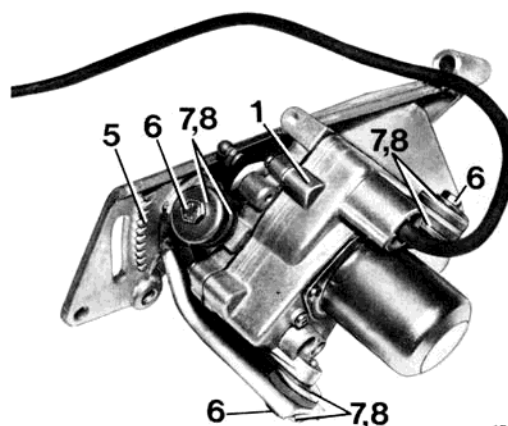

Bild 2
- 7 Stellglied in den Träger einführen, die Tellerscheiben (7) vor und hinter die Gummitüllen (8) einlegen und mit den Schrauben (6) befestigen (Bild 2).